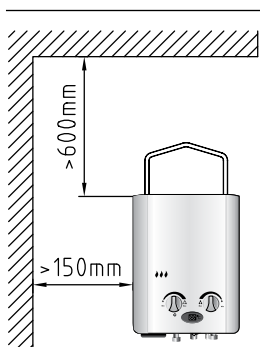

Fig. 2
- Freie Abstände: Siehe Abb. 2 und 3.